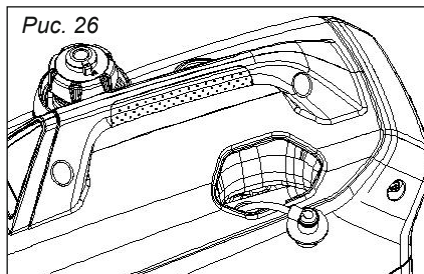

Рис. 26
2. Снимите наконечник высоковольтного провода со свечи и выверните её с помощью свечного ключа, *рис. 26*.